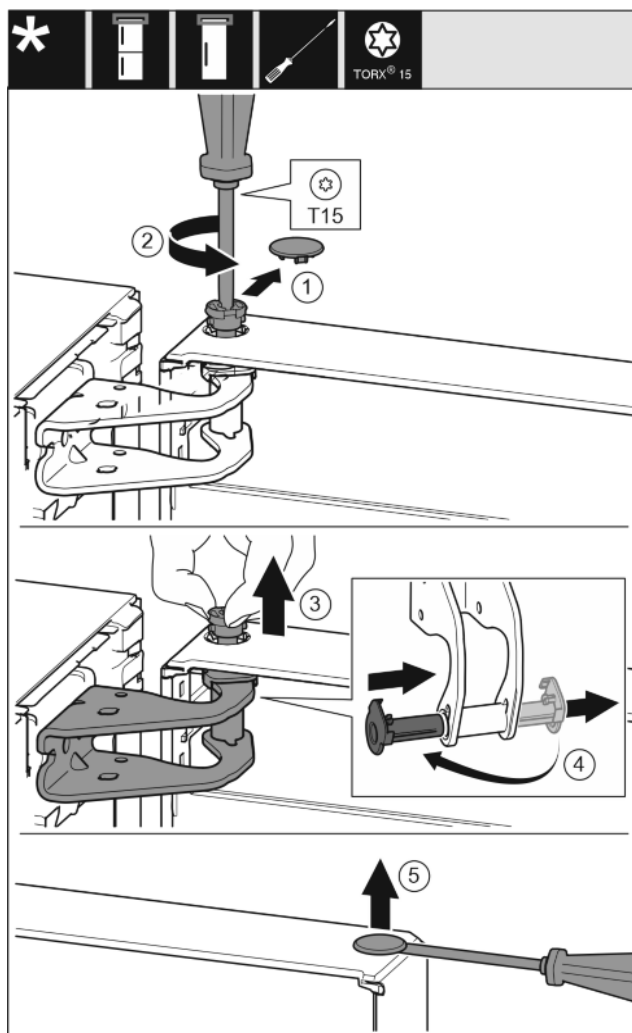

Fig. 9
- ▶ Estrarre con cautela la copertura di protezione. Fig. 9 (1)
- ▶ Con un cacciavite T15 svitare un po' il perno. Fig. 9 (2)
- ▶ Tenere ferma la porta ed estrarre il perno con le dita. Fig. 9 (3)
- ▶ Estrarre la boccola dalla guida. Inserire dall'altro lato e innestare. Fig. 9 (4)
- ▶ Con un cacciavite a testa a intaglio sollevare con cautela i tappi a vite dalla boccola della porta ed estrarli. Fig. 9 (5)